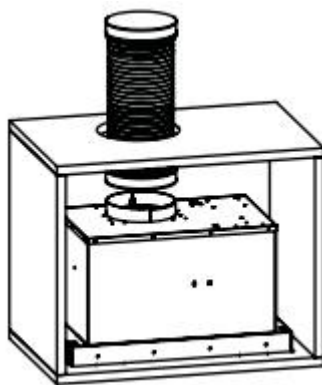

Рис. 3
4. Установіть розширювальну трубу: надягніть трубу на вихід і закріпіть її кабельними стяжками, а потім виведіть трубу на вулицю. Див. рис. 3.